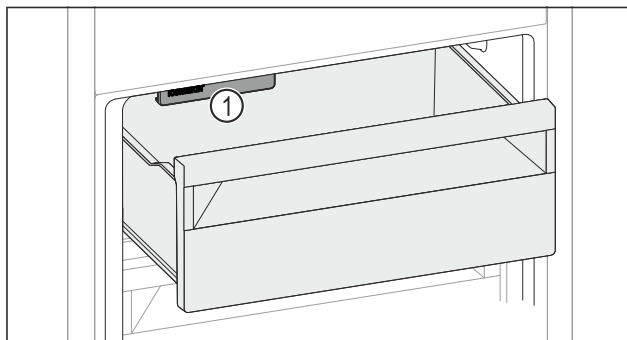

Fig. 266
- Uwzględnić IceMaker Fig. 266 (1).